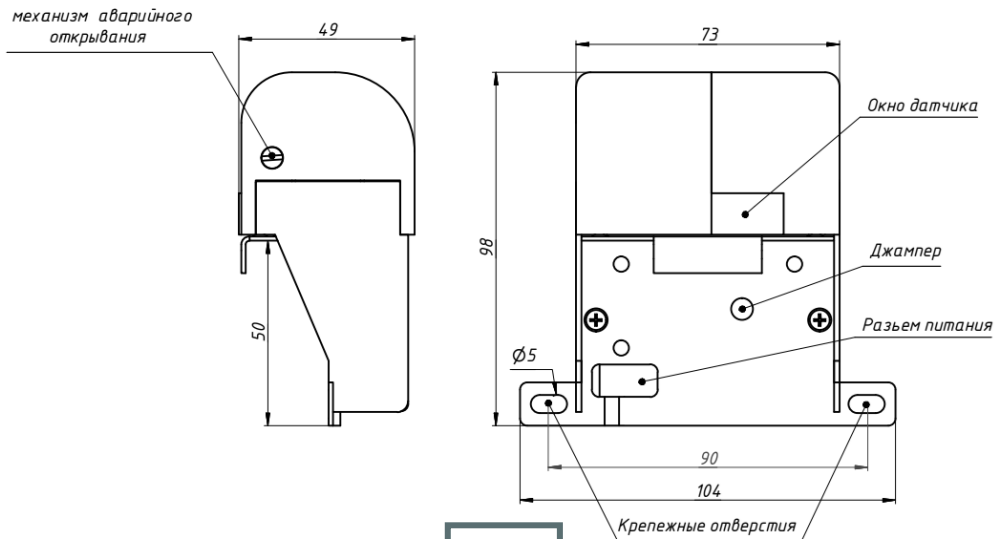
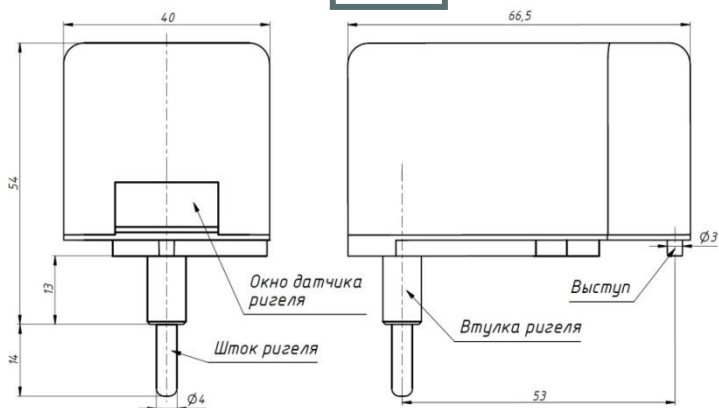

Рис.2
Рис.3
Для открытия замка необходимо повернуть механизм аварийного открывания (см Рис.2) шлицевой отверткой на 90° **по часовой стрелки** до щелчка, замок откроется. Для перевода замка в закрытое состояние необходимо произвести обратную операцию.
1. Расположить замок таким образом, чтобы окно датчика положения на ригеле и окно датчика положения на замке (см. Рис. 2 и Рис. 3) находились напротив друг друга.
2. Отметить место крепежных отверстий замка (см. Рис. 2) на задней стенке ларя.